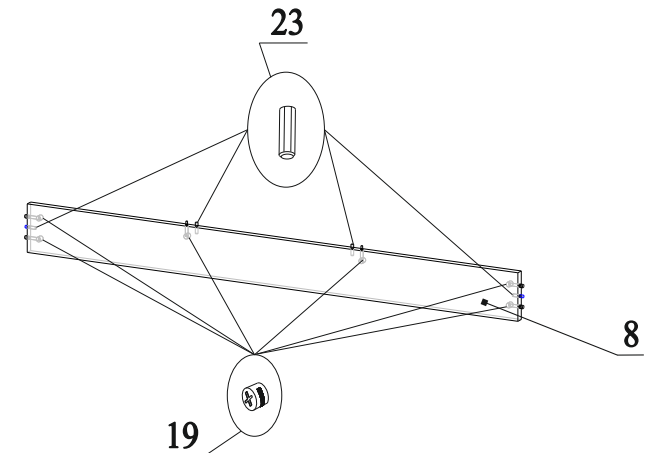

Рис.7
14. В торцы деталей 8 вставить шканты 23 (рис.7);
15. В отверстия на деталях 8 вставить эксцентрики 19 стрелками к торцевым отверстиям (рис.7);